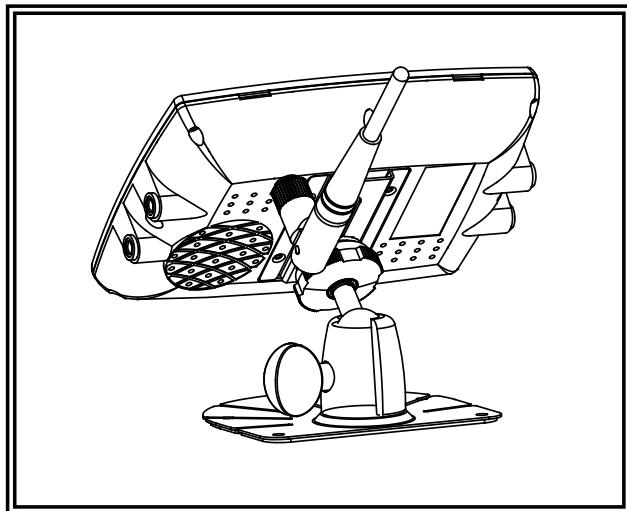

Figura 8
2. Fije el monitor en el soporte de la base y regule el ángulo de visión. (Figura 8)